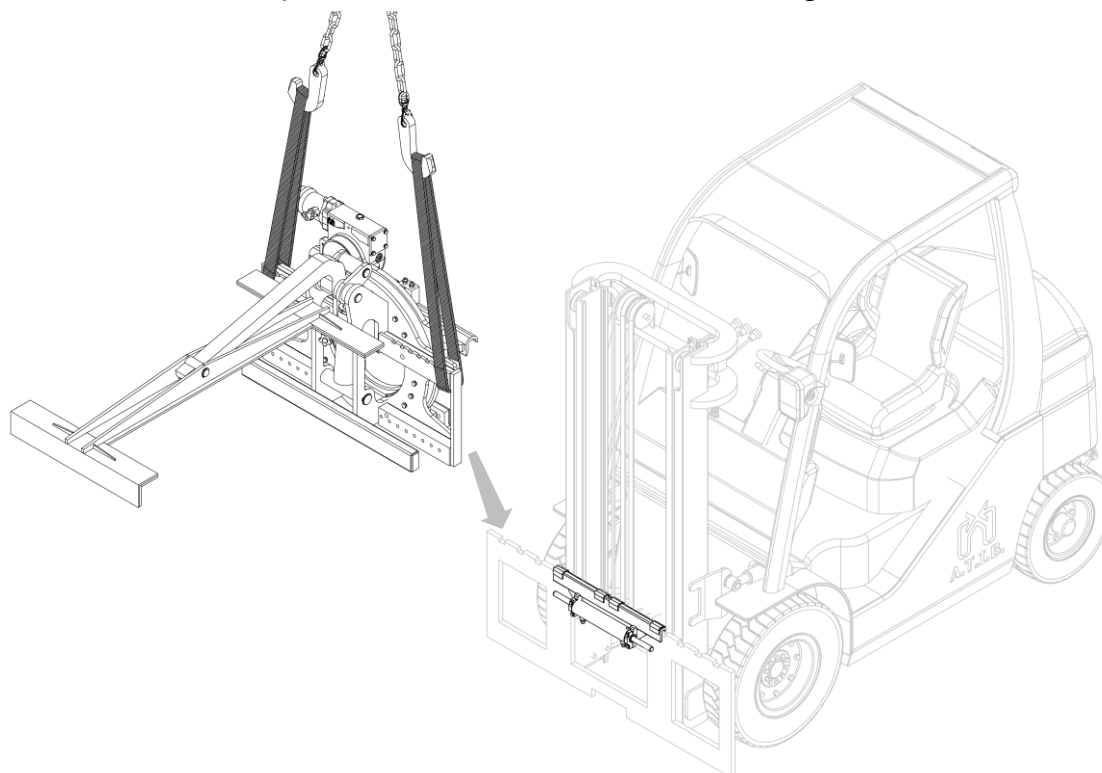

Figura 8
7. Con un carro ponte o un paranco di portata sufficiente posizionare l'attrezzatura sul doppio gancio, avendo cura di posizionarla in modo corretto (vedi *Figura 8*).
4. Sollevare quindi l'attrezzatura con un carroponete o paranco di portata sufficiente e rimuoverla dal carrello (vedi *Figura 3 e Figura 8 a pag.11 e 15*).